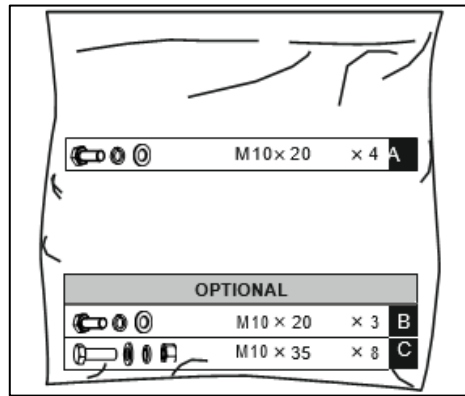

Рис.2
3. Пакет с крепежными элементами (содержание см. на рис. 2)